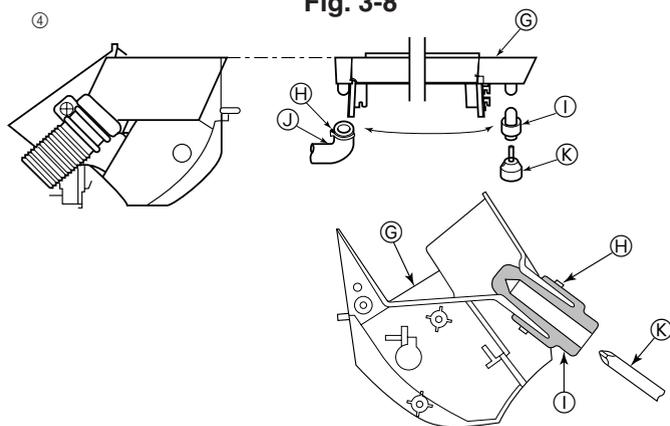

Fig. 3-9
- ④ Le tuyau d'écoulement peut être raccordé à deux endroits différents. Utiliser la position la plus adéquate et, si nécessaire, échanger les emplacements du plateau d'écoulement, de l'embout en caoutchouc et du tuyau d'écoulement. (Fig. 3-9)